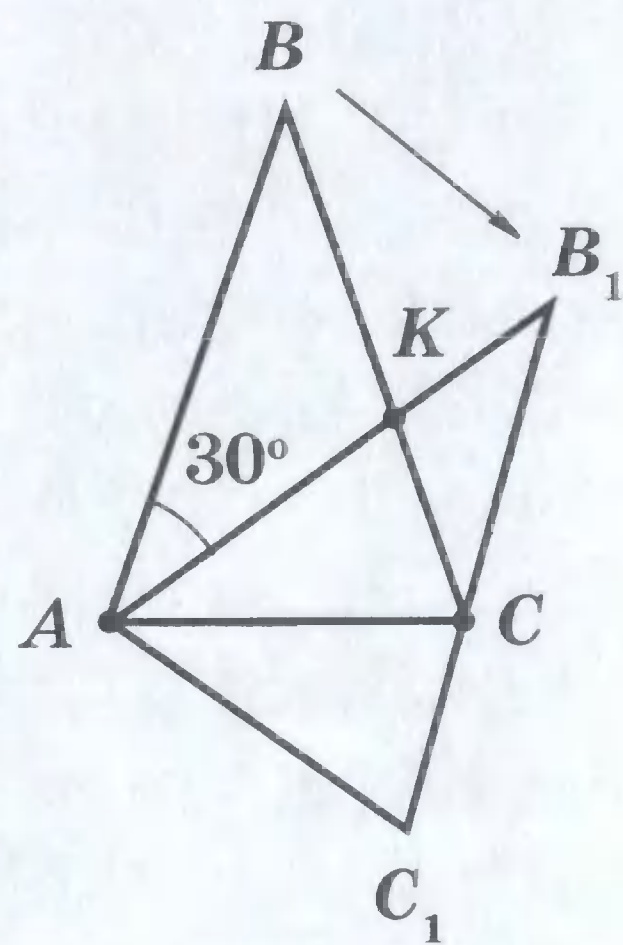

Рис. 1
7. Равнобедренный треугольник  $ABC$  с основанием  $AC$  поворачивают вокруг точки  $A$  на угол  $30^\circ$ , при этом точка  $B$  переходит в точку  $B_1$ , точка  $C$  — в точку  $C_1$ , а отрезок  $B_1C_1$  проходит через точку  $C$  (рис. 1).